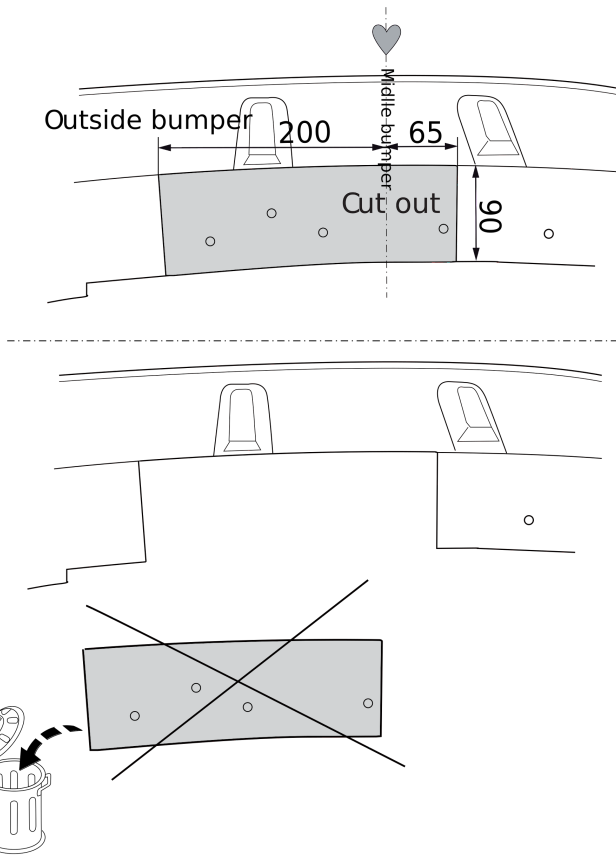

Fig. 2
8. Отпилить обозначенную часть, как указано на рис. 2 & 3.